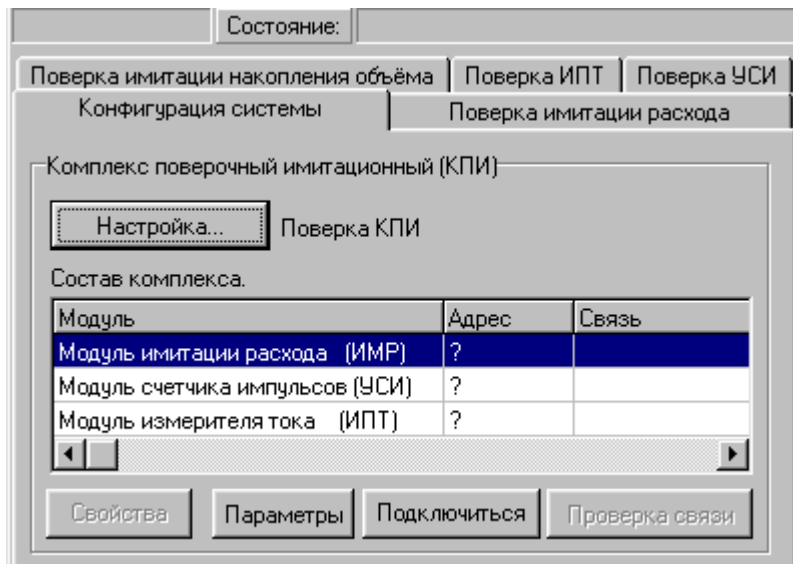

Рис. 23. Вид основного окна для целевой задачи Поверка КПИ.
- запустить на ПК программу **Монитор КПИ-01** и выполнить ее настройку. Порядок работы с ПО описан в разделе 2.4.1. Для проведения поверки выбирается целевая задача **Поверка КПИ** (рис.3). Основное окно будет иметь вид, представленный на рис.23.